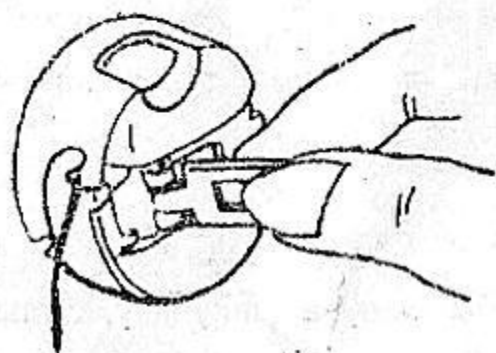

Рис. 6
Косая прорезь для заправки нитки на боковой поверхности колпачка должна быть расположена сверху. Вкладывают шпульку в колпачок и проводят нитку через прорезь под пружину натяжения (рис. 6), на рисунке изображен заправленный шпульный колпачок.
6.6. Установка шпульного колпачка (рис. 6 и 7)